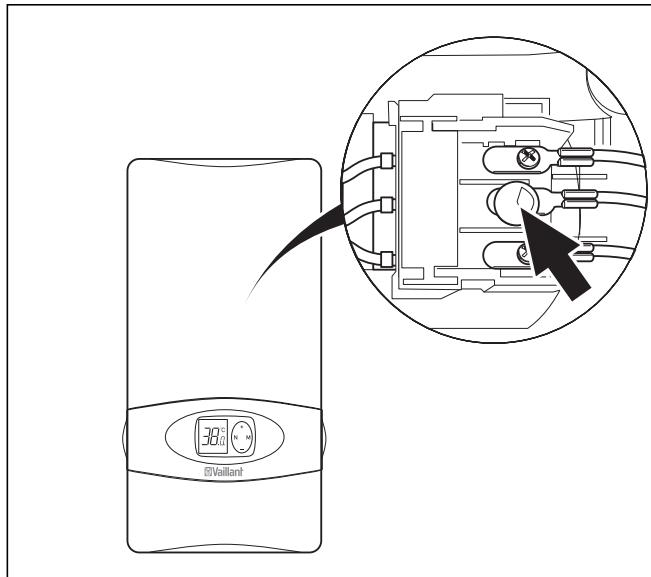

Рис. 6.1 Преохранительный выключатель
- Нажмите предохранительный выключатель при открытой арматуре (см. стрелку на рис. 6.1).